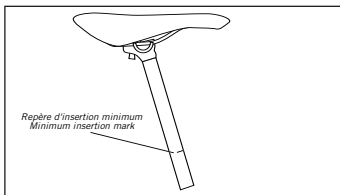

fig.5
**Veillez à ce que la marque d'insertion minimale, également appelée marque de hauteur maximale (fig. 5) reste à l'intérieur du cadre. Une longueur minimale de tige de selle de 6 cm doit demeurer dans le cadre. Roulez avec la selle soulevée au-dessus de cette hauteur peut causer une perte de contrôle, risquant d'occasionner des blessures corporelles ou d'endommager votre bicyclette.**